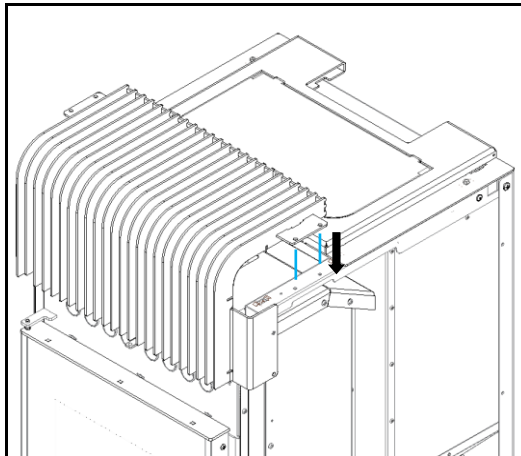

Figura 87 – Colocación de la rejilla frontal
b) Adjuntar la rejilla delantera haciendo coincidir los orificios de la rejilla con los orificios de los equipos (Figura 87).